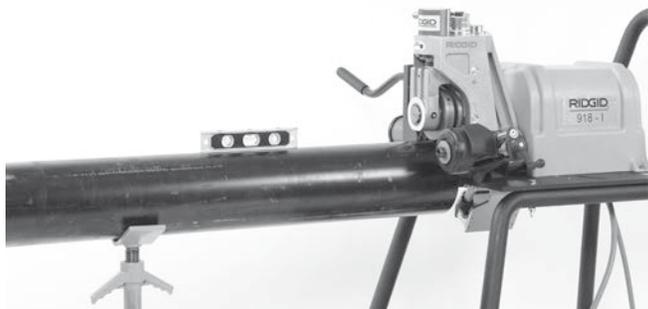

Рис. 12 - Выставление трубы по уровню
- **ВКЛЮЧИТЕ ДВУХПОЗИЦИОННЫЙ** переключатель. Нажмите и отпустите ножной выключатель. Убедитесь, что накатывающий ролик вращается по часовой стрелке в соответствии с табличкой о вращении трубы на желобонакатчике, См. *рис. 12*. Обратитесь за технической
- Осева линия трубы и осева линия приводного вала должны быть параллельны. Это можно проверить с помощью уровня на верхней части гидравлического цилиндра и на трубе. См. Рис. 12.